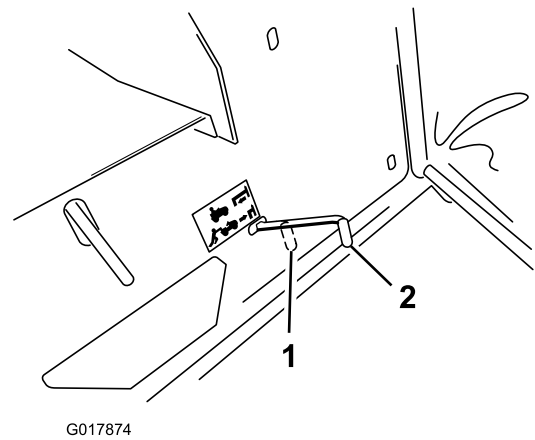

Figure 13
**Remarque:** Cela a pour effet de débrayer la transmission et de permettre aux roues de tourner librement (Figure 13).
- Poussez la commande de transmission en position de fonctionnement (Figure 13) pour embrayer la transmission.